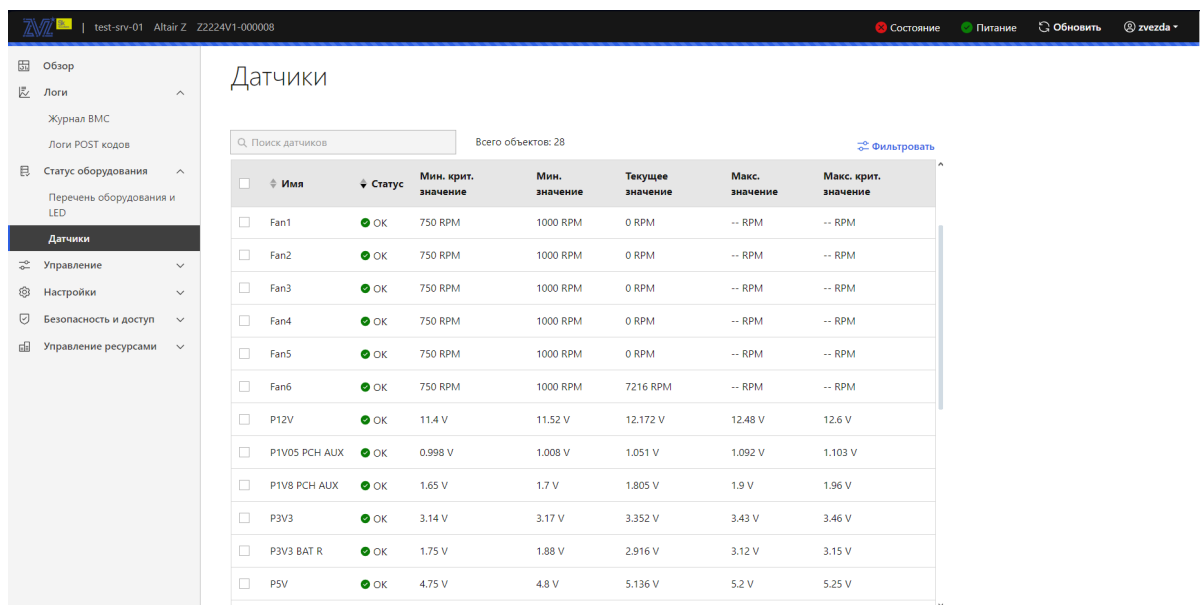

Рис. 79. Окно «Датчики»
- 5) Пройдите во вкладку «Статус оборудования» → «Датчики» в данной вкладке отображены всех датчиков установленных в сервер. В поле «Поиск датчиков» производится поиск датчиков. Окно показано на рис. 79 Окно «Датчики»